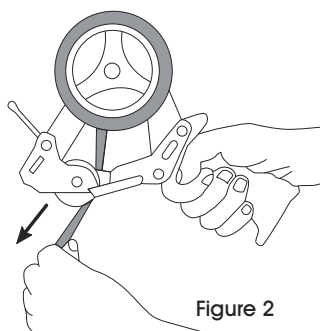

Figure 2
2. Unroll 5-6 inches of tape (sticky side down) and thread between roller and metal loading gate. (See Figure 2)
- Déroulez 12 à 15 cm (5 à 6 po) de ruban (côté adhésif vers le bas) et enfillez-le entre le rouleau et la porte de chargement en métal. (Voir Figure 2)